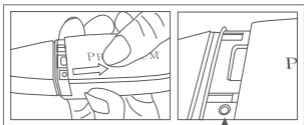

Fig. 4
4. Rimuovere il coperchio della batteria per mostrare il pulsante di Attivazione calibrazione; un foro nel bordo sinistro inferiore, come mostrato nella Fig. 4.